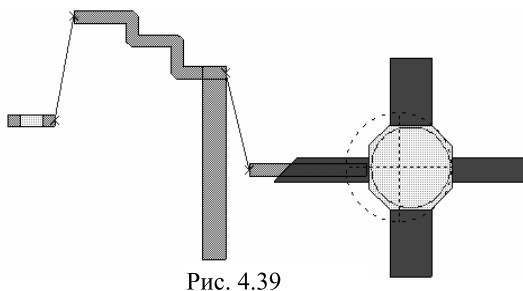

Рис. 4.39
6. Щёлкните мышкой по значку **Snap Together** на панели инструментов. Результат показан на рис. 4.39. Заметьте, что не все элементы топологии соединены вместе.